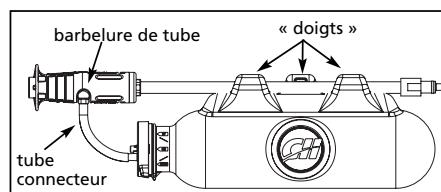

Figure 1
- Placer le réservoir sur une surface solide, à plat. Placer ensuite la hampe de la lance entre les trois « doigts » sur le dessus du réservoir (voir la Figure 1). REMARQUE : L'ajustement est très serré. Attention pour éviter tout dommage durant l'installation. Si l'on réchauffe le doigt central avec un séchoir à cheveux cela facilitera l'installation.
- Glisser l'extrémité libre du tube connecteur sur la barbelure de tube fixée à la tête de lance (voir Figure 1).